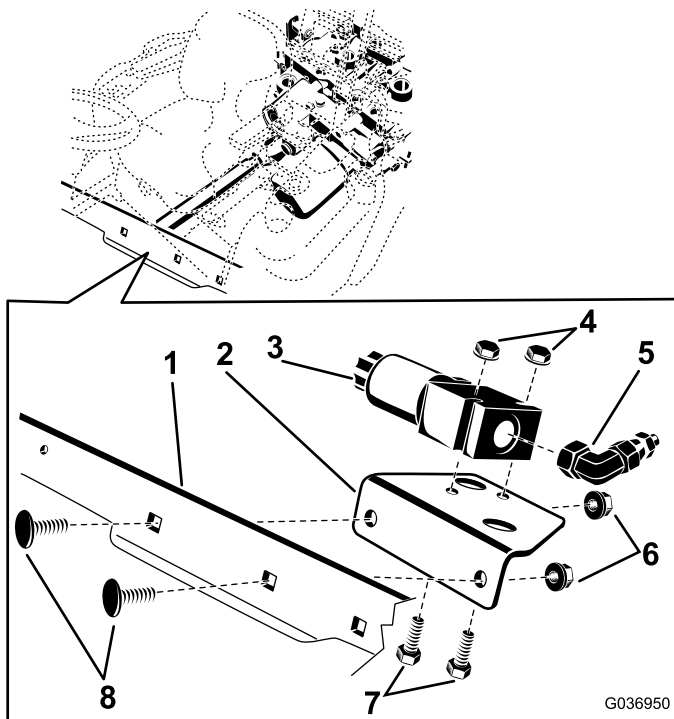

図 1
2. 取り付けプレートをフレームのクロス部材に取り付けるねじ3/8 x 1 インチ 2本とナット 3/8 インチ 2個を使用する。プレートは 図 1 の位置に取り付ける。
3. 90°アダプタフィッティングを、デファレンシャルロックバルブの端に 図 1 取り付ける。
4. 取り付けプレートをデファレンシャルロックバルブを取り付けるねじ1/4 x 2 インチ 2本とナット 1/4 インチ 2個を使用する。デファレンシャルロックバルブは 図 1 に示す向きに取り付ける。